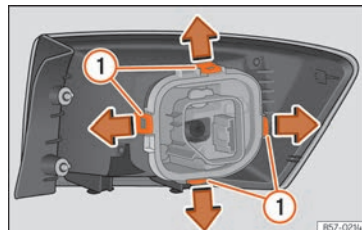

Abb. 115 Befestigungsglaschen Rückseite Heckleuchte.
- Bauen Sie den Lampenträger aus, indem Sie die Befestigungsglaschen » Abb. 115 ① entriegeln.